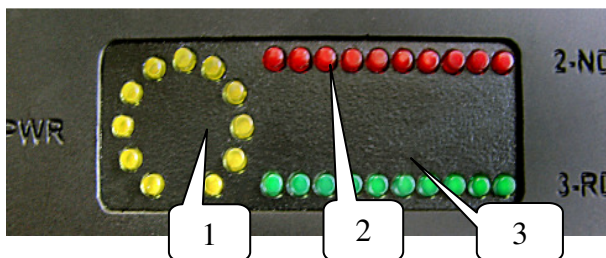

Рис. 2
4.1. Приемо-передающий антенный блок со встроенными светодиодными индикаторами (показан на рис. 2) осуществляет:
- Индикацию уровня зондирующего сигнала (1), сигналов второй (2) и третьей (3) гармоник (Рис. 2).